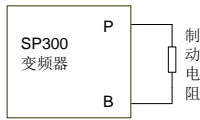

图 4-1
18.5KW 及以下规格 SP300 变频器的制动电阻连接如图 4-1 所示。